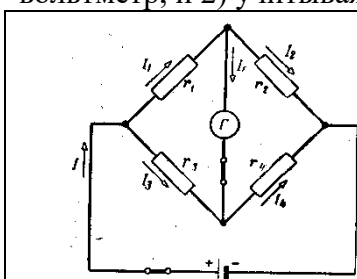

Рис. 4.5
9. Ток в неразветвленной части цепи (рис. 4.5) равен I . Чему равен ток I_G в диагонали моста, если мост неуравновешен и сопротивления плеч моста и гальванометра соответственно равны: R_1, R_2, R_3, R_4 и R_G ?